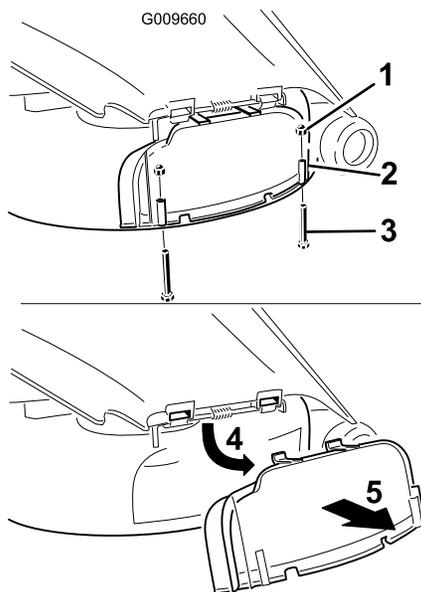

Figura 13
3. Rimuovete i due bulloni e dadi che fissano il coperchio dello scarico al tosaerba (Figura 13).